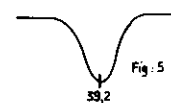

Fig. 5
- Visser 242 pour avoir la courbe de la fig. 5.